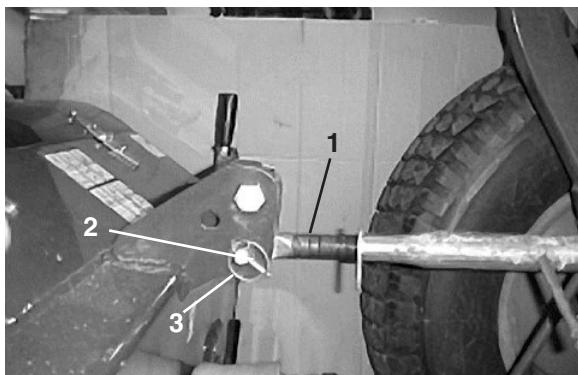

Bild 3
1. Verbinden Sie den Oberlenker (Bild 3) mit dem Befestigungsprofil und sichern ihn mit einem Stift und Klappstecker ab.